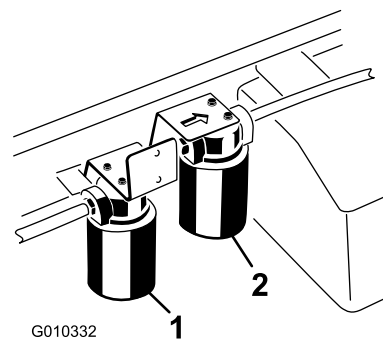

Figura 68
3. Coloque um recipiente de escoamento debaixo do filtro e retire o filtro (Figura 68).
1. Limpe a zona em torno da montagem do filtro de alto fluxo (Figura 68).